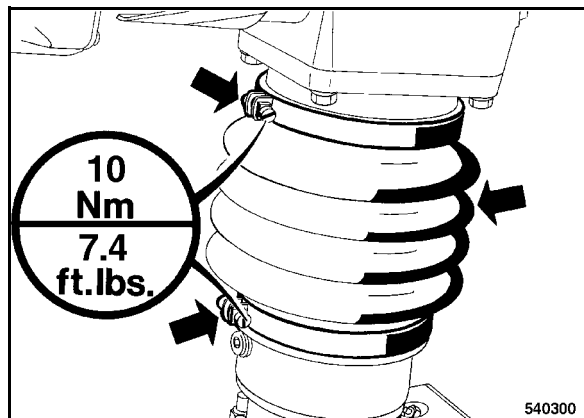

рис. 30
- Проверить глухость посадки хомутов (рис. 30).